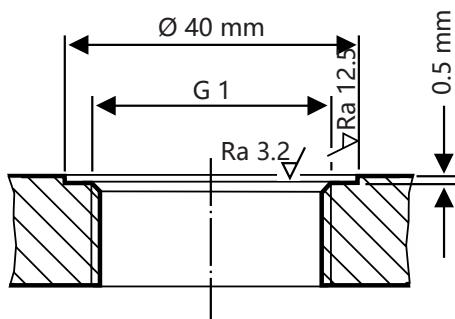

图 10
- 确保正确处理相应储罐螺纹管接头或法兰盖的密封面，参见 图 10。
必须根据 图 10 正确处理密封面。